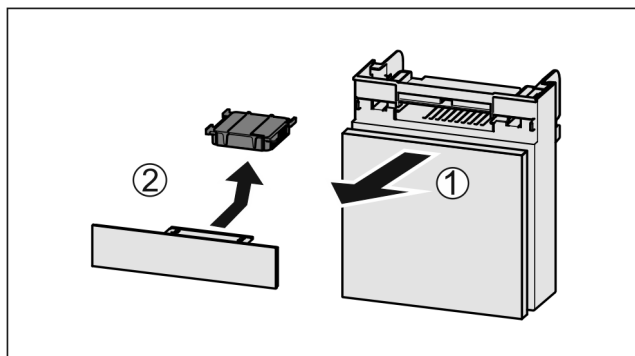

Fig. 36
- ▶ Fach nach vorne herausziehen Fig. 36 (1).
- ▶ Aktivkohlefilter entnehmen Fig. 36 (2).